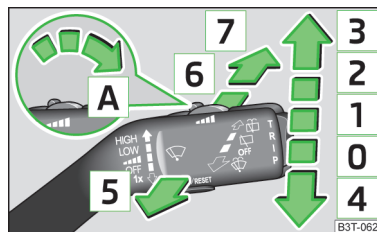

Fig. 46
Funcția ștergătoarelor de parbriz și instalației de spălare a parbrizului în fiecare dintre poziții » fig. 46
După eliberarea manetei, instalația de spălare se oprește și ștergătorul mai efectuează 2 până la 3 curse de ștergere (în funcție de durata procesului de stropire). Maneta rămâne în poziția **6** » fig. 46.
Când maneta ștergătoarelor de parbriz se află în poziția **2** » fig. 46, respectiv **3**, la o viteză mai mare de 5 km/h, se va realiza o ștergere a lunetei, la fiecare 30 secunde, respectiv 10 secunde.
- Apăsați de cinci ori succesiv în interval de 5 secunde, maneta de operare în poziția **6** » fig. 46 la pagina 61.
Curățirea farurilor are loc după cuplarea contactului, întotdeauna la prima și la fiecare a zecea stropire a parbrizului **5** » fig. 46 la pagina 61, cu condiția ca faza scurtă sau faza lungă să fie cuplată.